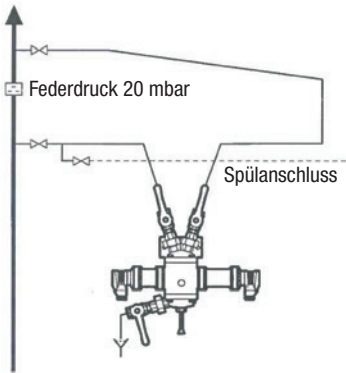

Fig. 7
- Fig. 7** Einbaubeispiel für den Messwertgeber neben von unten nach oben durchflossener Produktleitung.